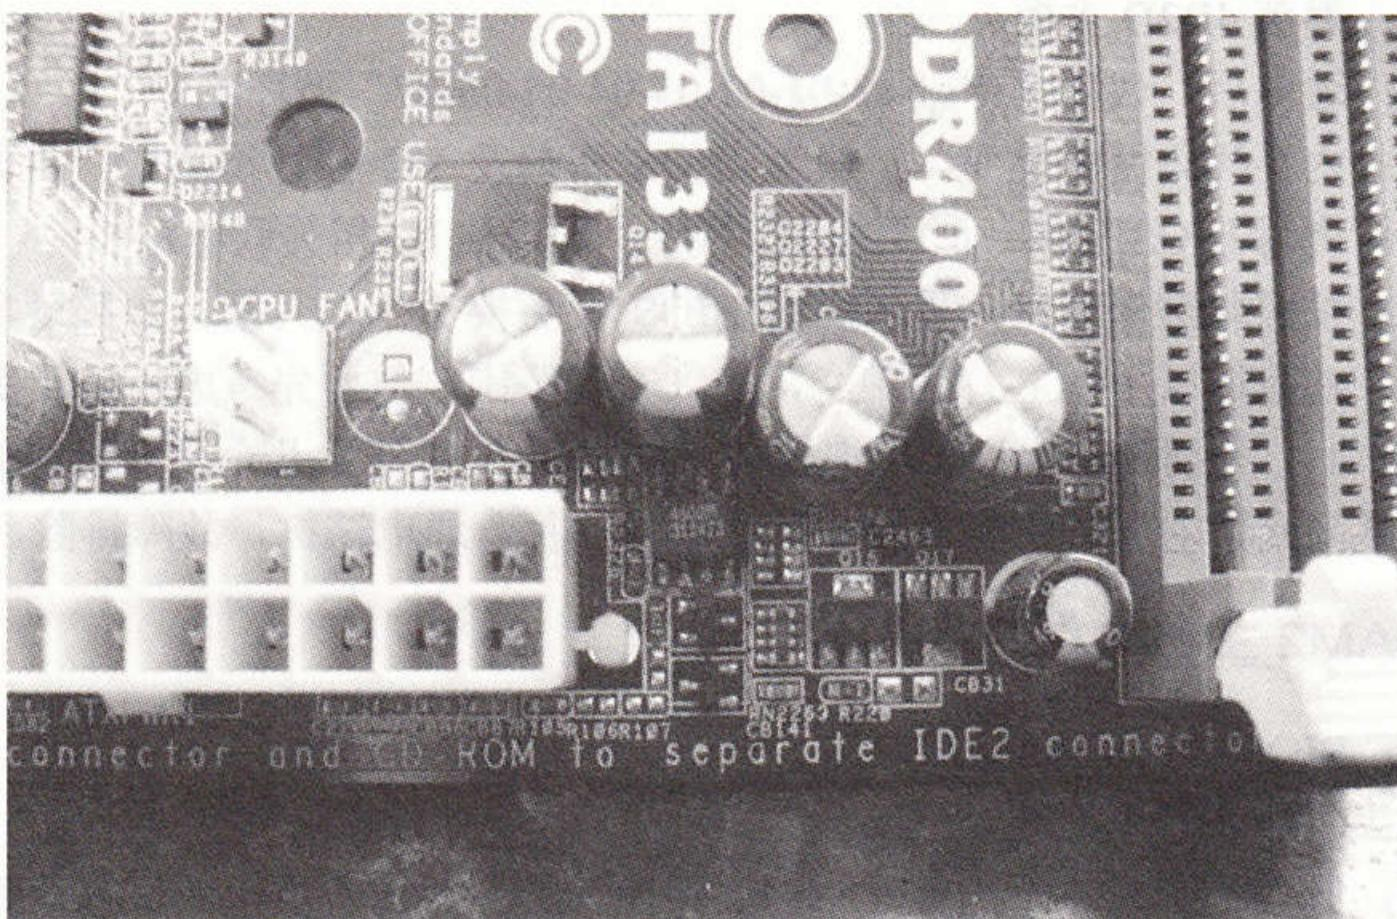

图 5-52 4500M 实物图
**故障现象：**主板插上 ATX20 针插头后，自动上电，且全板无复位信号。经检查，产生内存供电的电路中的 4500M（见图 5-52）已经明显损坏，将其更换后，故障依旧。